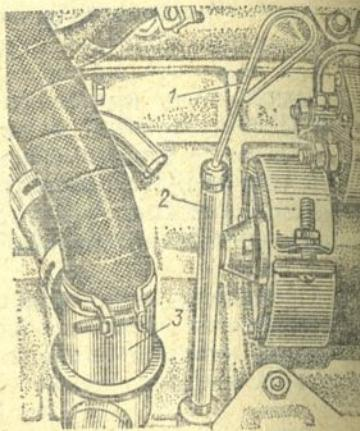

Рис. 30. Маслоизмерительный стержень и термостат:
1. Заправьте системы охлаждения двигателя и отопителя кузова, предварительно установив на место резьбовые пробки сливных отверстий, чистой водой, пустите двигатель, прогрейте воду до температуры 85—90°C, при которой клапан гермостата 3 (см. рис. 30) уже будет открыт, и дайте проработать двигателю 2—3 мин.
На маслозиммеритльном стержне 1 (рис. 30) нанесены две метки MAX и MIN. Направляющая трубка 2 обеспечивает беспрепятственное введение стержня в картер двигателя.